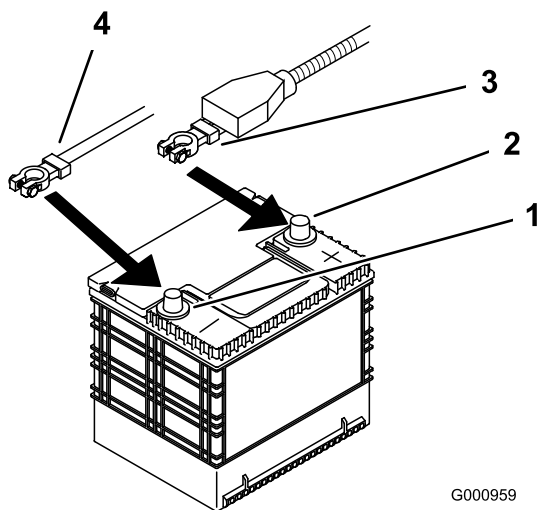

Figura 46
4. Primero desconecte el cable negativo del borne negativo (-) de la batería (Figura 46).
5. Retire la cubierta de goma roja del borne positivo (rojo) de la batería. Luego retire el cable positivo (rojo) de la batería (Figura 46).
1. Coloque la batería en la bandeja, con los bornes frente al depósito de aceite hidráulico (Figura 46).
4. Fije los cables con 2 pernos (1/4 x 3/4 pulg.), 2 arandelas (1/4 pulg.), y 2 contratuercas (1/4 pulg.) (Figura 46).